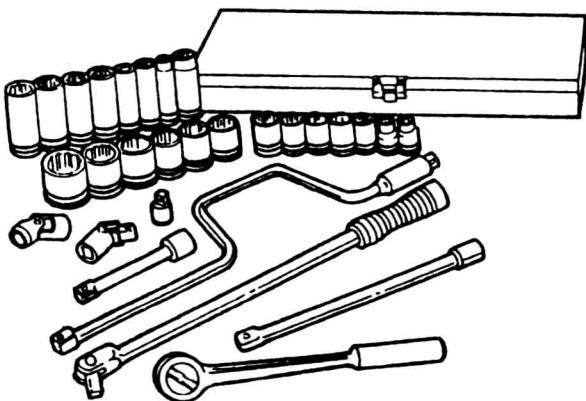

图 1-6 套筒扳手
(3) 套筒扳手。它由套筒、手柄、连接杆、接头等组成(图 1-6)。它使用范围广，工作效率高，特别适用于拆装位置狭小 and 较隐蔽的螺栓或螺母。